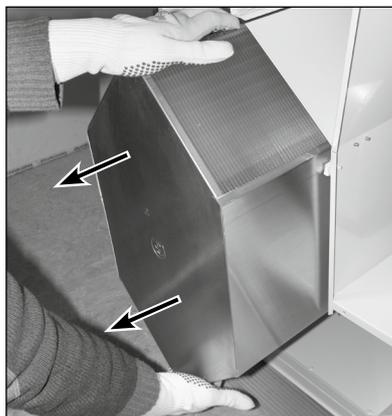

Abb. 18
4. Zur Reduzierung des Gewichtes den Wärmetauscher aus dem Gerät entnehmen (s. Abb. 18).